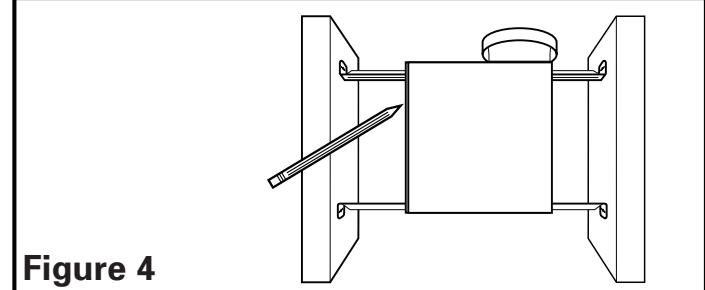

Figure 4
- Placer le châssis en position entre les solives et tracer un contour sur le matériau du plafond (Figure 4). Mettre le châssis de côté et découper l'ouverture, en prenant soin de ne pas couper ou endommager des câbles électriques dissimulés ou autres utilités. Installer les traverses sur le châssis et positionner le châssis dans le trou percé précédemment afin qu'il soit à effleurement avec le plafond fini. Fixer les extrémités des traverses aux solives (Figure 3).